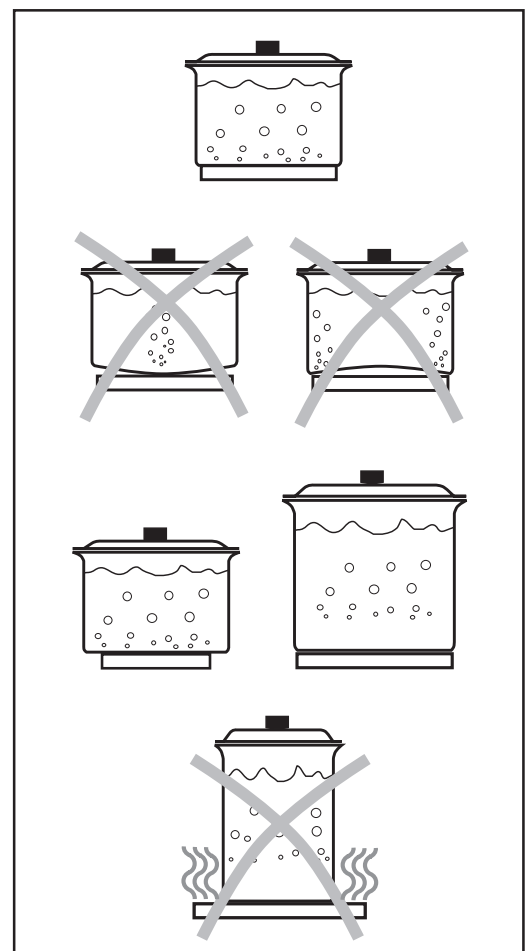

Abb. 1
- Beim Kochen mit Elektrokochplatten ist es wichtig, daß die Töpfe einen dicken und vollkommen ebenen Boden haben, damit ein perfekter Kontakt mit der Platte und somit eine perfekte Wärmeleitung gewährleistet ist (Abb. 1).